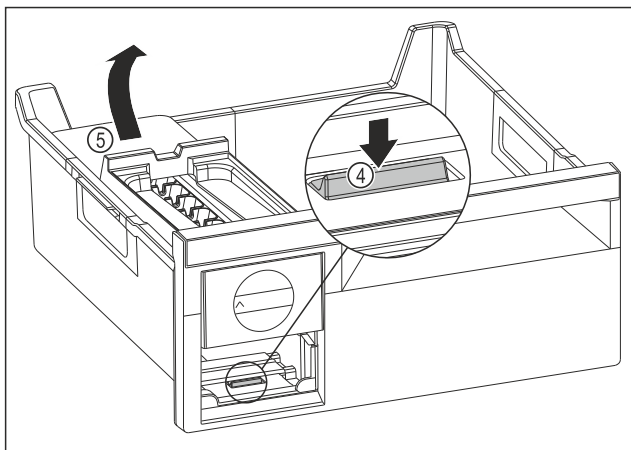

Fig. 212
- Izvadite tijelo sustava EasyTwist-Ice: Pritisnite jezičak Fig. 212 (4) prstom prema dolje i istovremeno drugom rukom podignite tijelo sustava EasyTwist-Ice Fig. 212 (5) straga.